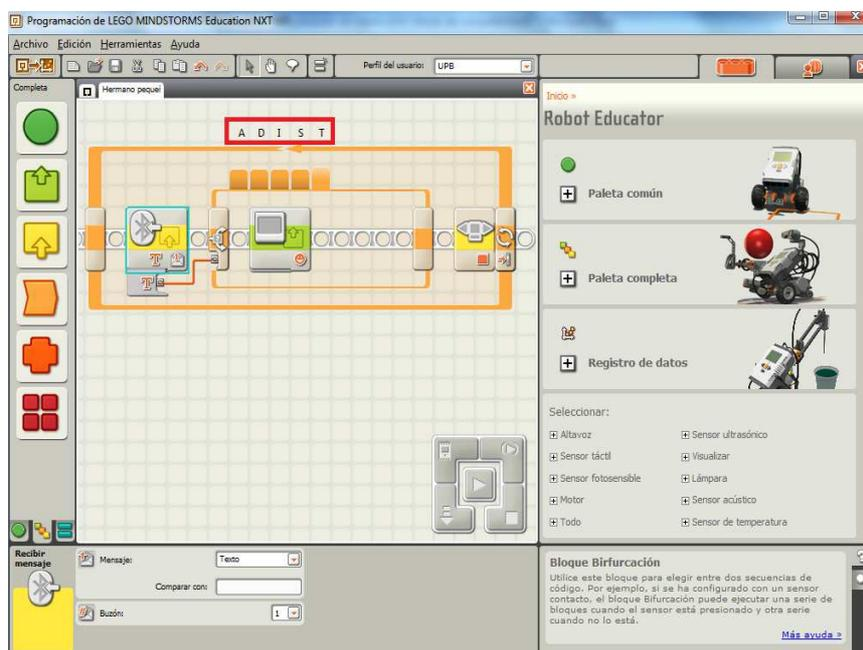

Figura 246: Código del Hermano pequeño.
**Sugerencia:** Usted puede agregar comentarios al código, haga doble clic en cualquier parte del espacio en blanco y escriba su comentario. Así es como el comentario "A D I S T" se ha añadido como se muestra en la Figura 246 para describir las pestañas en el panel de control sin tener que navegar a través de ellas. Esta práctica mejora la legibilidad del código, y es altamente recomendado para la programación.